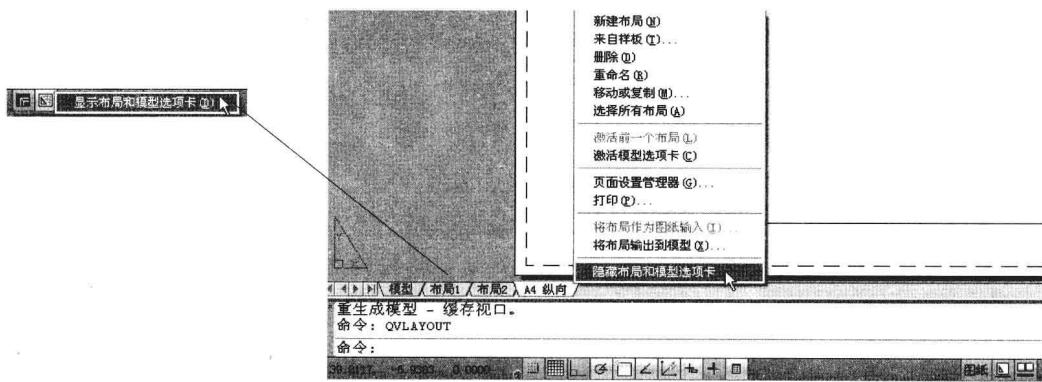

图 10-3-4
(5) 在快速查看布局工具栏中单击“关闭”按钮，或者在布局空间空白位置单击，即可关闭快速查看布局预览图像。
(6) 在状态栏中右击“布局”按钮，弹出快捷菜单选择“显示布局和模型选项卡”，此时在绘图窗口下面显示了模型和布局选项卡名称，并高亮显示当前的布局名称，右击选项卡，可以显示快捷菜单，如图 10-3-4 所示，选择“隐藏布局和模型选项卡”，重新隐藏选项卡。